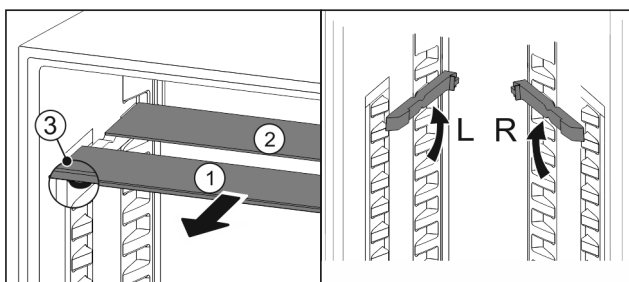

Fig. 21
- ▶ Tablare einzeln nach vorne herausziehen Fig. 21 (1).
- ▷ Tablar Fig. 21 (1) mit Zierleiste liegt vorne.
- ▷ Stopps Fig. 21 (3) zeigen nach unten.